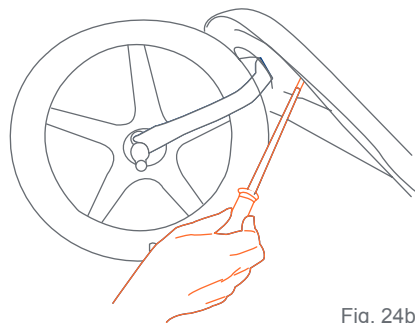

Fig. 24b
- Insérer les 4 vis à travers le dessous du cadre avant et dans les tubes en plastique du pare-chocs. Tourner les vis seulement jusqu'à bien serré (Fig. 24b).